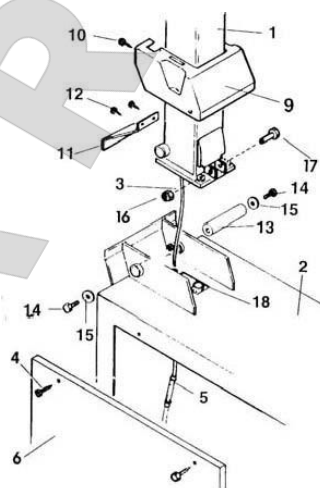

Рис. 3
- 1) Вместе с помощником вставьте стойку (рис.3, 1) в гнездо на корпусе (рис.3, 2). Пропустите пневмошланг (рис.3, 3) через отверстие в корпусе.
- 2) Вставьте шпильку (рис.3, 13) в стойку как указано на рис. 3 и закрепите винтами (рис.3, 14) и шайбами (рис.3, 15)
- 3) Подсоедините ось наклонного цилиндра (рис.3, 18) стойки с помощью винта (рис.3, 17) и самоконтрящейся гайки (рис.3, 16)
- 4) Выньте два винта (рис.3, 4) из левой крышки (рис.3, 6) станка и снимите её. Подсоедините пневмошланг (рис.3, 3) из стойки с 5-сторонним клапаном (рис.3, 5)
- 5) Верните крышку (рис.3, 6) на место и закрепите винтами (рис.3, 4)
- 6) Установите пластиковую накладку (рис.3, 9) и закрепите её двумя винтами (рис. 3, 10)
- 7) Присоедините обшивку (рис.3, 11) к задней части стойки (рис.3, 1) двумя винтами с головкой (рис.3, 12)